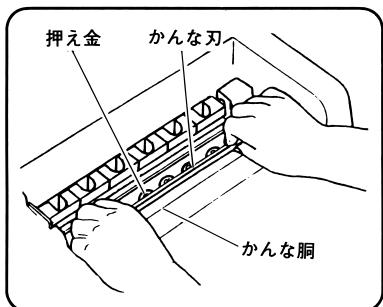

図 39
(3) かんな刃の両端を持って押え金とかんな腔の間にかんな刃を挿入します。（図 39）